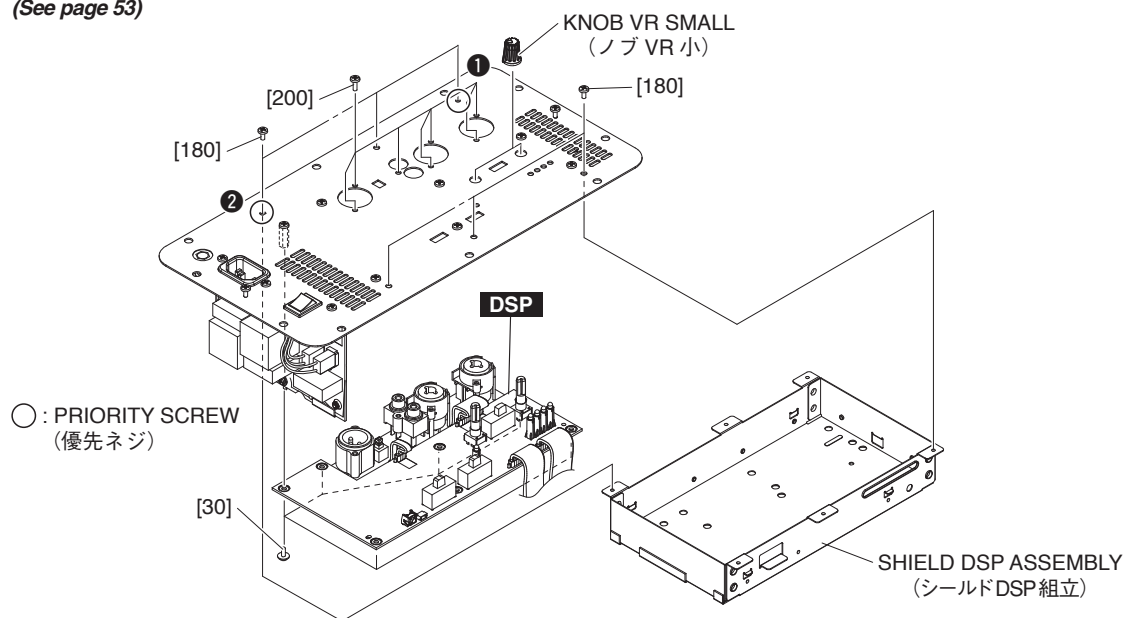

Fig. C-5 (図C-5)
C-6-2 Remove the six (6) screws marked [180]. The shield DSP assembly can then be removed. (Fig. C-5)
* **When installing the shield DSP assembly, first tighten the two (2) priority screws in order as shown in Fig. C-5.**
- C-6-3 Remove the two (2) knob VR small. (Fig. C-5)
C-6-4 Remove the seven (7) screws marked [30] and seven (7) screws marked [200]. The DSP circuit board can then be removed. (Fig. C-5)
C-6-2 [180]のネジ6本を外して、シールドDSP組立を外します。(図C-5)
※ シールドDSP組立を取り付け時には、優先ネジ2本を図に示す順番で先に締めてください。(図C-5)
- C-6-3 ノブVR小2個を外します。(図C-5)
C-6-4 [30]のネジ7本と[200]のネジ7本を外して、DSPシートを外します。(図C-5)